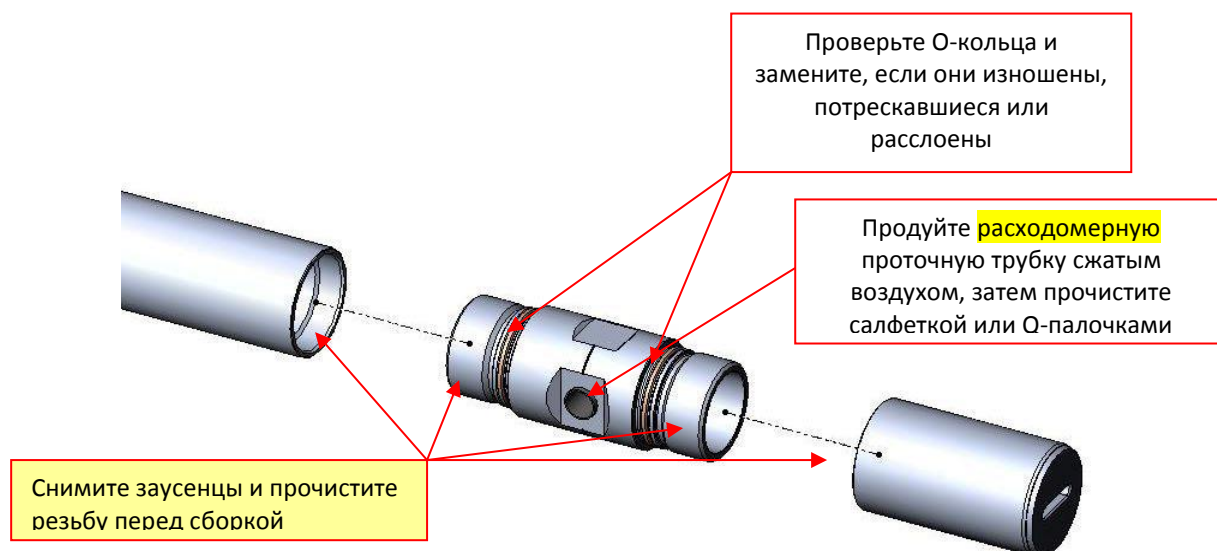

Рисунок 13-2: Разберите 3 компонента, чтобы получить доступ к оптике для ее чистки
- 2) Рассоедините 3 основных компонента Головки оптического расходомера, как показано на Рисунок 13-2, откручивая против часовой стрелки.
- 13) Соедините компоненты зонда, убедившись, что короткая часть центрального участка стоит по направлению к концу расходомера, как показано Рисунок 13-2. Наносите известную смазку против зацеплений для резьбы.